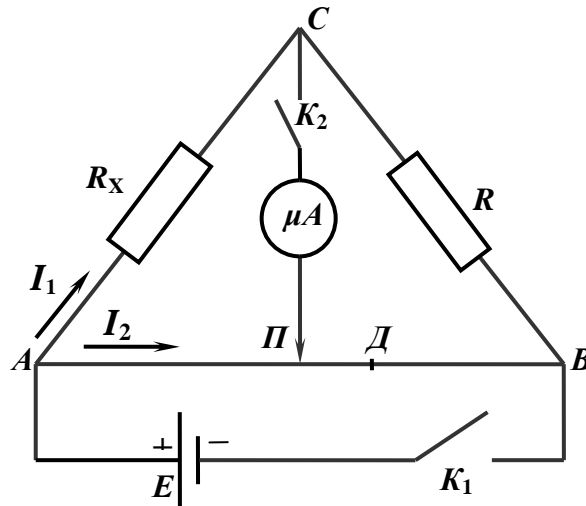

Рисунок 5.1
В практике точных измерений сопротивлений наибольшее распространение получили мостовые схемы. Простейшей мостовой схемой является мостик Уитстона (рис.5.1). Он состоит из источника постоянного тока E , реохорда (реостата) AB , двух резисторов (магазина сопротивлений R и
1. Собрать схему согласно рис.5.1 с неизвестным сопротивлением R_{x1} (или R_{x2} , R_{x3}).
4. Соедините последовательно резисторы R_{x1} , R_{x2} , включив их на место сопротивления R_x в схеме (рис.5.1).
7. Соедините параллельно резисторы R_{x1} и R_{x2} , включив их на место сопротивления R_x в схеме на рис.5.1.